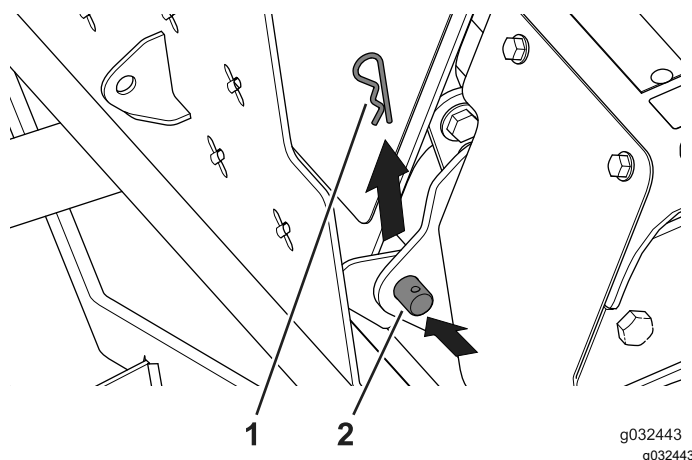

Figure 51
- Retirez les 2 goupilles fendues des axes de pivot qui relient la plate-forme de l'utilisateur au support de pivot (Figure 51).
- Avec l'aide d'une autre personne, retirez les axes de pivot et la plate-forme de l'utilisateur (Figure 51).